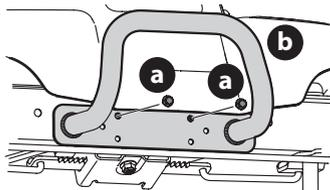

Figura 10
1. Extraiga los dos tornillos (a) (Figura 10).
2. Ubique el paracolpes (b) sobre los orificios de montaje y sujete con los tornillos (a) que extrajo en el Paso 1 (Figura 10).